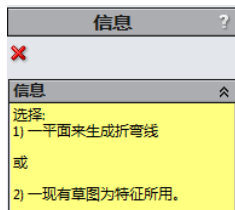
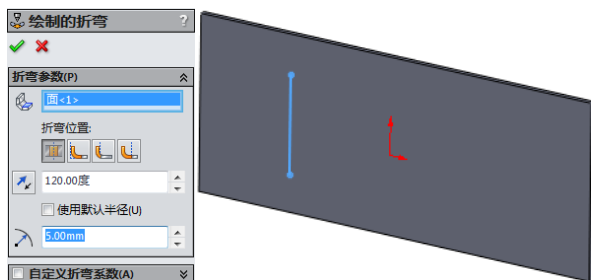

图 7-40 绘制的折弯提示信息
图 7-41 “绘制的折弯”属性管理器
(1) 单击“钣金”工具栏中的“绘制的折弯”按钮，或执行“插入”→“钣金”→“绘制的折弯”菜单命令，系统提示选择平面来生成折弯线和选择现有草图作为特征所用，如图 7-40 所示。如果没有绘制好草图，可以首先选择基准面绘制一条直线；如果已经绘制好了草图，可以单击鼠标选择绘制好的直线。系统打开“绘制的折弯”属性管理器，如图 7-41 所示。
(2) 在图形区域中，选择图 7-41 所示所选的面作为固定面，选择折弯位置选项中的“折弯中心线”，键入角度值 120，键入折弯半径值 5，单击“确定”按钮.